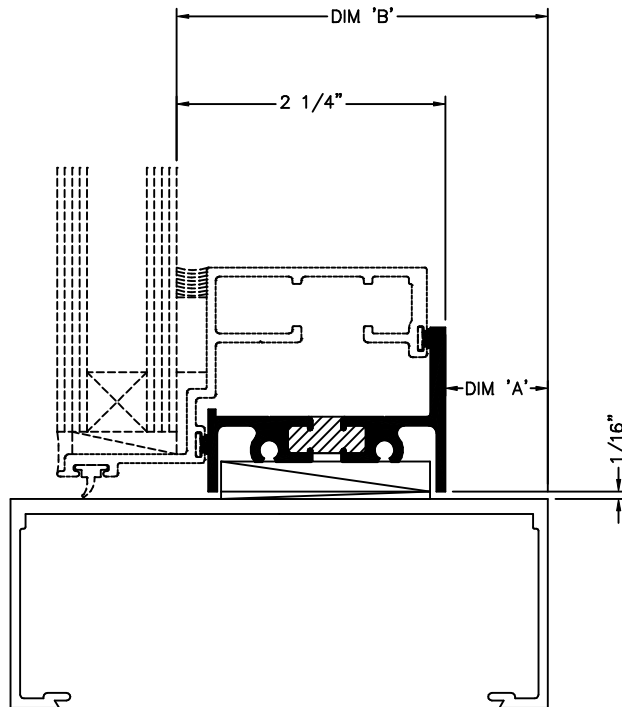

FIGURE 2
2. POSITION WINDOW FRAME IN OPENING, AS SHOWN IN FIGURE 2.